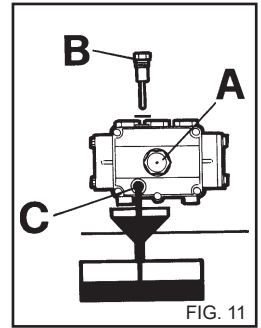

FIG. 11
2) Draai de dop met het peilstaafje los (fig. 11).